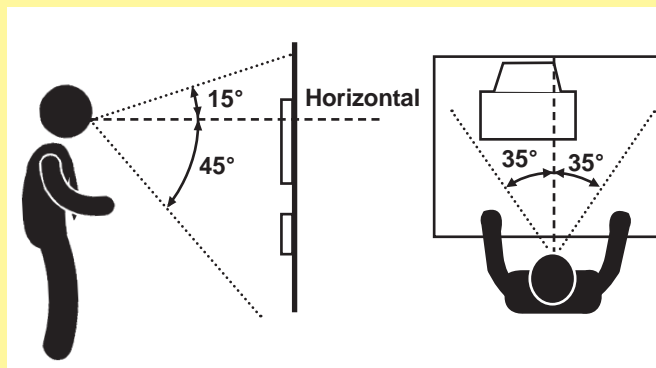

Figura 7
- Diseñar el puesto para que los elementos visualizados frecuentemente se encuentren dentro de los ángulos indicados. (Ver Figura 7).
- Diseñar el puesto de forma que no existan obstáculos en la línea de visión. (Ver Figura 7).